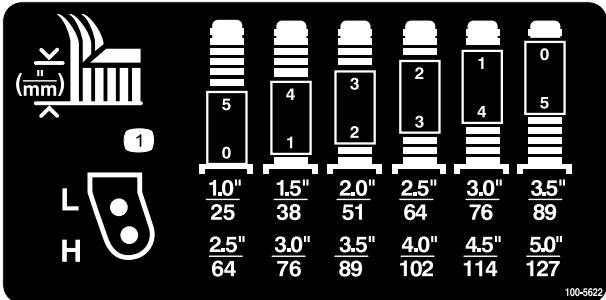

図 8
2. 左右のキャスター・フォークの同じ穴にキャスター・ホイールの軸をセットする。どの穴にセットするかは、図 7と図 8を参照のこと。
スペーサの組み合わせ方法については、図 7と図 8を参照のこと。